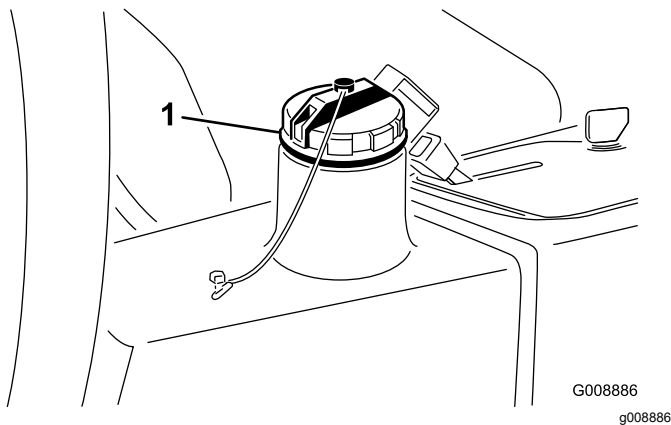

Figura 76
2. Limpe a zona em redor do tubo de enchimento e da tampa do depósito hidráulico (Figura 76).